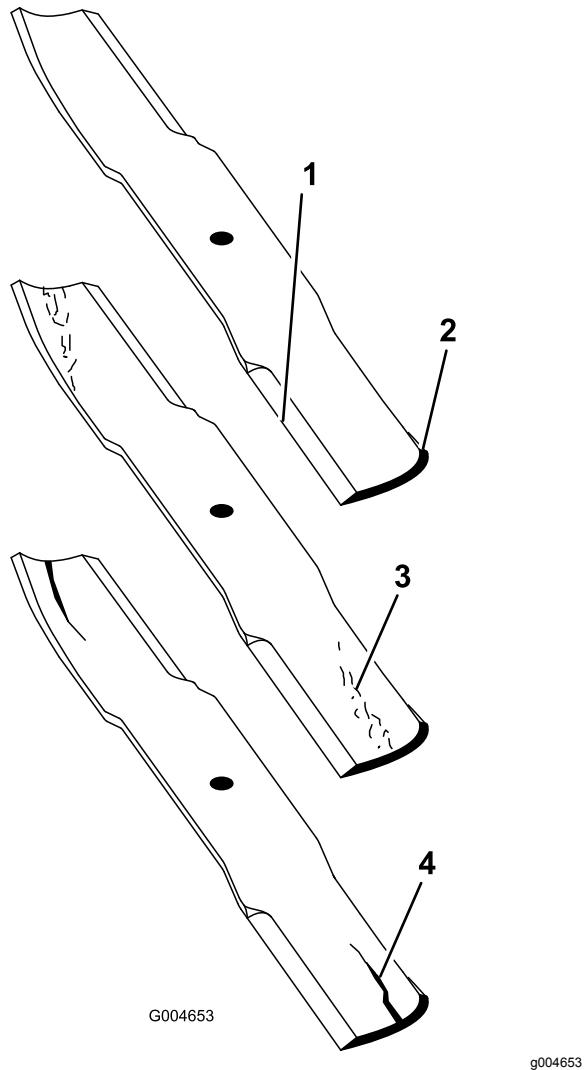

Figure 110
2. Examinez attentivement les tranchants de la lame, particulièrement au point de rencontre des parties plane et relevée (Figure 110).
**Remarque:** Le sable et les matières abrasives peuvent éroder le métal à cet endroit, c'est pourquoi il est important de contrôler l'état de la lame avant d'utiliser la tondeuse. Remplacez la lame si elle vous semble usée (Figure 110).